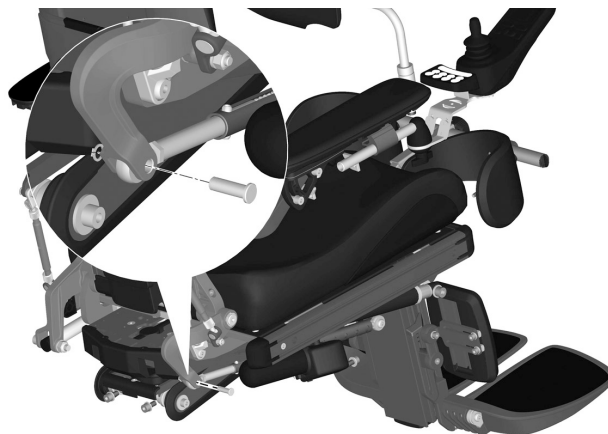

Abbildung 144. Die Stange der AP Sitzhöhenverstellung ist mit einem Stift und Sicherungsring befestigt.
7. Stange der AP Sitzhöhenverstellung vom Rückenlehngelenk abmontieren. Sie ist mit einer Schraube und Unterlegscheibe befestigt. Siehe Abbildung. 144.